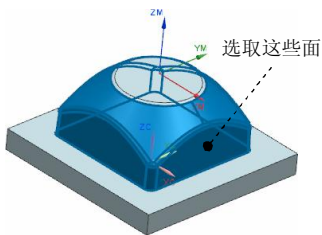

图 3.11 指定切削区域
Step2. 在图形区中选取图 3.11 所示的面 (共 18 个) 为切削区域, 然后单击“切削区域”对话框中的 **确定** 按钮, 系统返回到“深度加工轮廓”对话框。